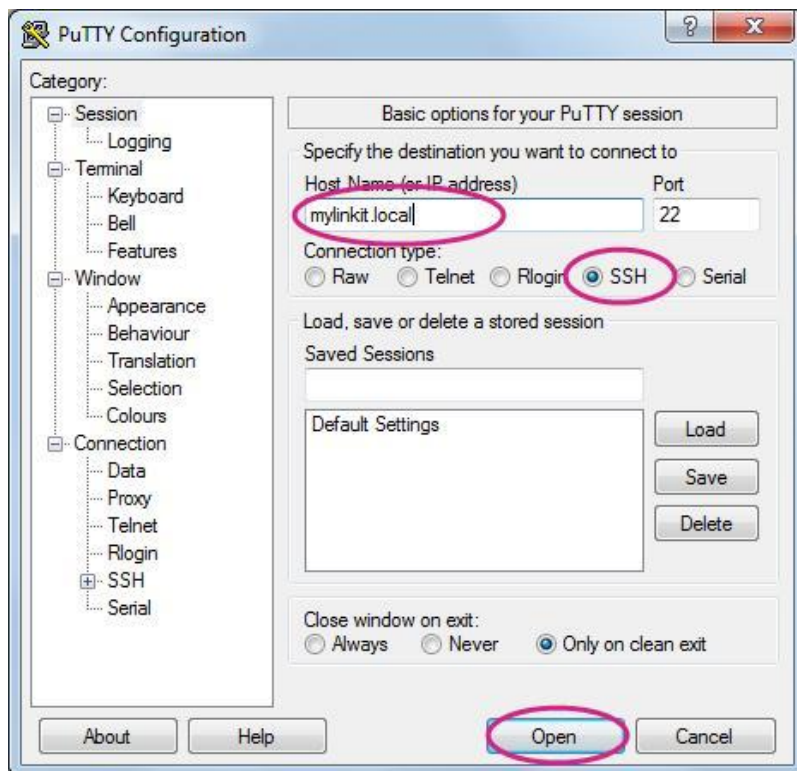

图 19 使用 Windows PuTTY 的 SSH
- 2) 在 Host Name box 中输入 **mylinkit.local**，选择 SSH 单选按钮，点击 Open，如图 19 所示。